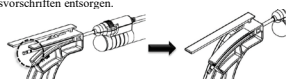

Abbildung 2
6. Sicherstellen, dass die beiden schwarzen Markierungen auf der Kanüle vor dem Biegen über das Ende des Biegelements hinausragt (**Abbildung 2**). Wenn diese Markierung nicht über das Ende des Biegelements hinausragt, funktioniert das Handstück möglicherweise nach dem Biegen nicht richtig.
HINWEIS: Die Kanülespitze für die Handstücke mit 15 G und 10 cm sowie mit 13 G und 10 cm reicht, wie in **Abbildung 2** dargestellt, nicht über das Biegeelement hinaus. Diese Handstücke daher vor dem Biegen vollständig (bis sie nicht mehr weiter vorgeschoben werden können) in das Biegeelement einführen.